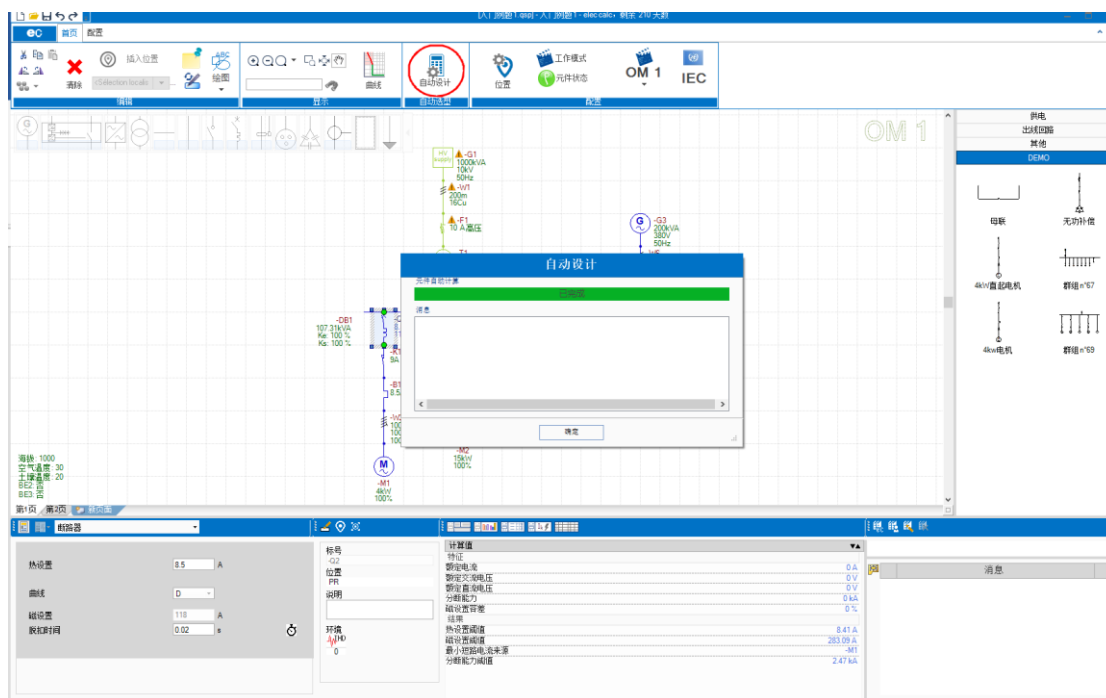

图 3-28 自动设计功能自动录入参数
- b) 通过 elec calc 自动设计按钮进行参数录入。选中某一元件或某一回路或系统，单击【自动设计】，软件将自动进行设计。如图 3-28 所示。